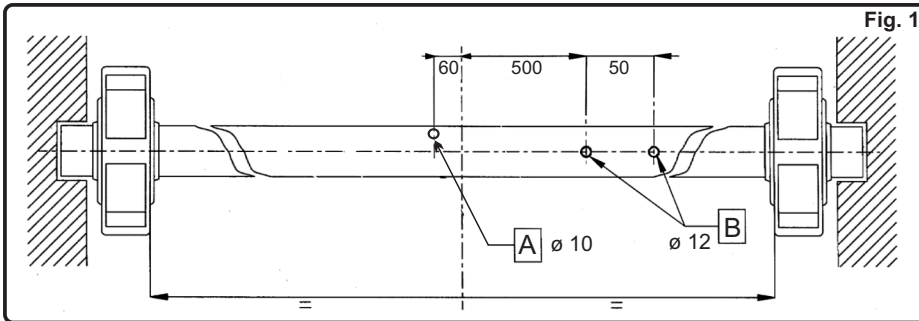
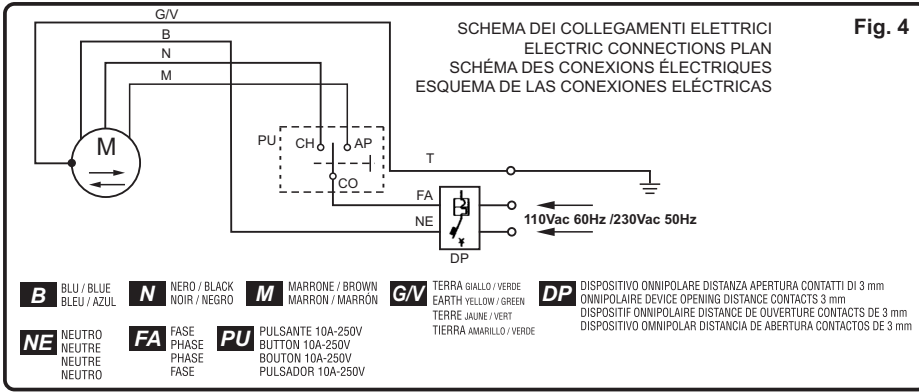

Fig. 1
Fig. 4
- B) Effettuare sull'albero della serranda le tre forature non passanti (FIG. 1). Se il motoriduttore non è dotato di elettrofreno, effettuare una sola foratura B.
- F) Se l'albero della serranda è inferiore al diametro del foro dello chassis del motoriduttore è necessario a questo punto montare i manicotti di riduzione, posizionandoli con riferimento al foro A diametro 10 mm, già effettuato (fig. 1).
- P) Introdurre il cavo 4X1 in dotazione all'interno del foro B (fig 1), evitando qualsiasi contatto con le parti in movimento; eseguire i collegamenti elettrici secondo lo schema elettrico in fig.4. In presenza di motoriduttore con elettrofreno, introdurre la guaina del freno all'interno del secondo foro B.
- B) Effect on the tube of the shutter 3 non passing perforations (figure 1); If the motor is not equipped with electrobrake, make only perforation B.
- F) In case the tube of the shutter is inferior to the diameter of the hole chassis motor, you must mount the sleeves reduction positioning them with reference to the hole A diameter 10 mms, (fig. 1).
- P) Introduce the electric cable 4X1 into the hole B (fig 1), avoiding any contact with the parts in movement. Perform the electric connections according the electric plan (fig.4). In presence of motor with electrobrake, introduce the sheat of the brake inside the second hole B.
- B) Effectuer sur l'arbre du rideau les trois crevaisons non débouchants (FIG. 1); si le moteur n'est pas doté d'électro-frein, effectuer seulement le crevaison B.
- F) Si le tube du rideau est inférieur au diamètre du trou du châssis du moteur, il sera nécessaire appliquer les réductions en plastique, avec référence au trou A de 10 mm, déjà effectué (fig.1).
- P) Introdurre le câble 4X1, en dotation, dans l'intérieur du trou B (fig 1) en évitant le contact avec les parties en mouvement; exécuter les connexions électriques, selon le schéma indiqué dans la fig.4. En présence de moteur avec de l'électro-frein, introduire la gaine du frein à l'intérieur du second trou B.
- B) Efectuar sobre el árbol del cierre metálico los tres taladros no pasante (FIG. 1); en el caso de motor sin electrofreno, efectuar un solo taladro B. (Fig.1)
- F) Si el árbol del cierre metálico es inferior al diámetro del taladro del chasis del motor, es necesario montar las reducción de plástico, posicionándola con referencia al taladro A. diámetro 10 mm, ya efectuados. (Fig. 1).
- P) Introdur el cable eléctrico 4X1 en el taladro B (Fig 1) evitando cualquier contacto con las partes en movimiento; Ejecutar los empalmes según el esquema eléctrico en fig.4 En presencia de motor con electrofreno, introducir la funda del freno dentro del segundo taladro B (Fig. 1).